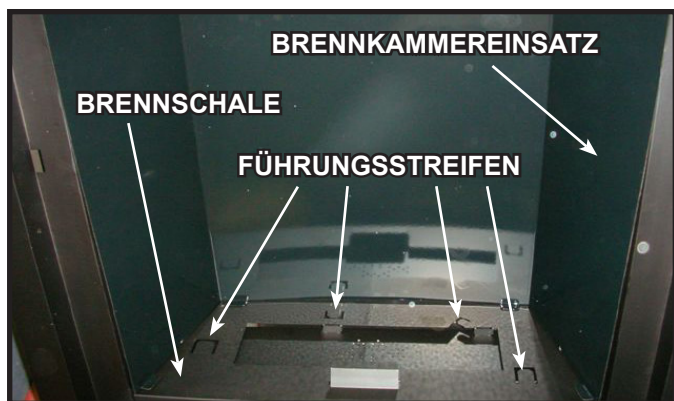

Abbildung 14.7
2. Klappen Sie die Scheit-Führungstreifen (falls diese hochgeklappt sind) herunter auf die Brennschale, so dass diese parallel zum Brenner stehen. Siehe Abbildung 14.7.
3. Falls der Brennkammereinsatz nicht installiert ist, fahren Sie mit Schritt 4 fort. Installieren Sie den Brennkammereinsatz, indem Sie diesen auf die Brennschale des Kamins legen und bis an die Rückwand des Kamins zurückschieben. Siehe Abbildung 14.7.